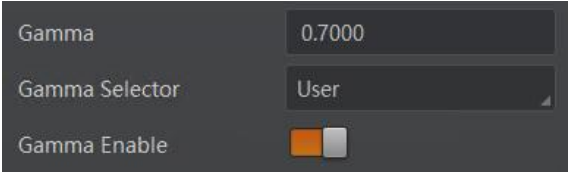

图10-15 User 模式
3. 在 *Gamma* 参数中输入需要设置的数值，参数范围为 0 ~ 4，如 图10-15 所示。